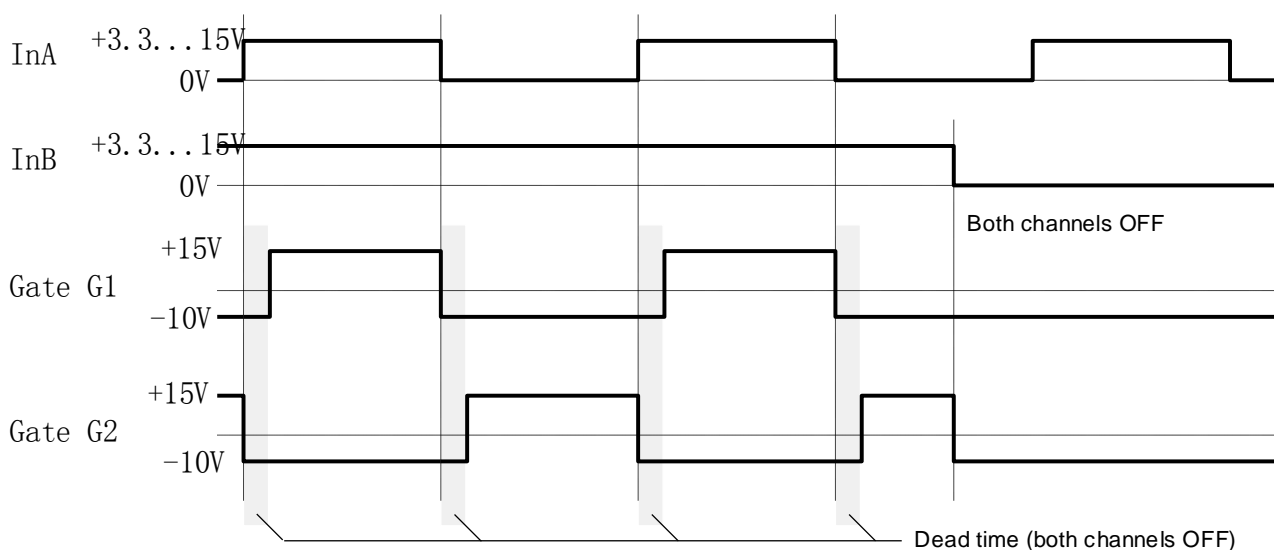

図 6 ハーフブリッジモードの信号
$71\text{ k} < R_m < 181\text{ k}$ の抵抗とコンデンサ (推奨値は $C_m = 22\text{ nF}$) を使用して MOD 入力を GND に接続する場合は、ハーフブリッジモードが選択されます。このモードでは、入力 INA 及び INB には次の機能があります: INA はドライブ信号入力で、INB はイネーブル入力として動作します (図 6 を参照)。
- 最初のモードはデフォルトの IGBT セットアップで、正の (定電圧) 15 V ターンオン電圧 (標準) 及び二次 (非定電圧) ターンオフ電圧です (図 6 を参照)。